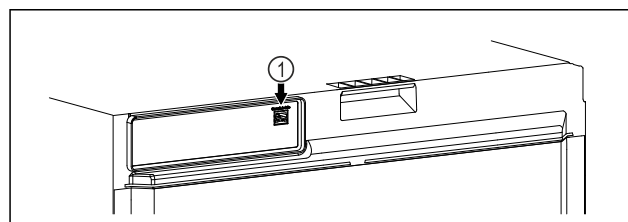

Fig. 91
- ❑ Le SmartModule Fig. 91 (1) est installé.